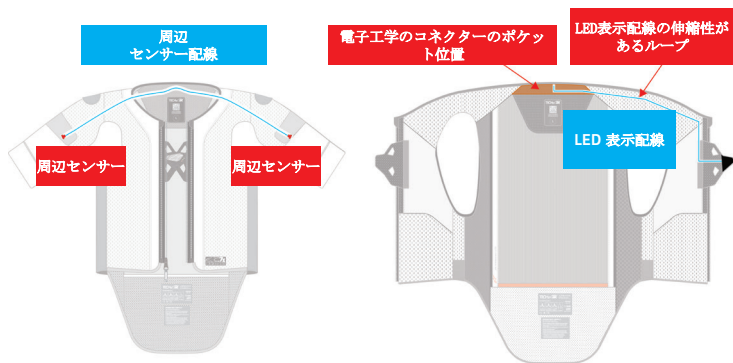

図15: システムのベース層上の電子部品の位置(1);
2. 電子部品を取り外します。 さまざまな電子部品（LEDディスプレイ（2）や周辺センサーなど）をベースレイヤー（1）から取り外します（図15）。LEDディスプレイ（2）を取り外すには、フロントフラップ（3）の下にあるベルクロを開け、LEDディスプレイ（2）をベストの開口部から優しく通します。LEDディスプレイ（2）を取り外す際には、ケーブルの正しい位置づけに使用される肩部分の弾性ループを通過する際に注意してください。周辺センサーを取り外すには、肩部分に内部からアクセスし、ベルクロを開け、センサーをポケットから取り外します。最後に、上背部の内側のポケットにアクセスし、各種コンポーネントの取り外しを妨げないように、ベルクロを非常に広く開けます。